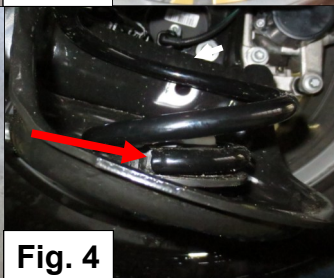

Fig. 4
5. Herplaats de veerschotels samen met de hoofdveer, let hierbij op de stand van de veer aan de onderzijde. Zie fig. 4.
5. Refit the spring seats with the main spring, noting the position of the spring on the underside. See Figure 4.
5. Setzen Sie die Federhalterungen zusammen mit die Hauptfeder. Bitte beachten Sie die Position der Federende an der Unterseite. Siehe Abbildung 4.
5. Remonter les supports en plastique avec le ressort principal, vérifier la position du ressort sur le côté inférieur. Voir la figure 4.